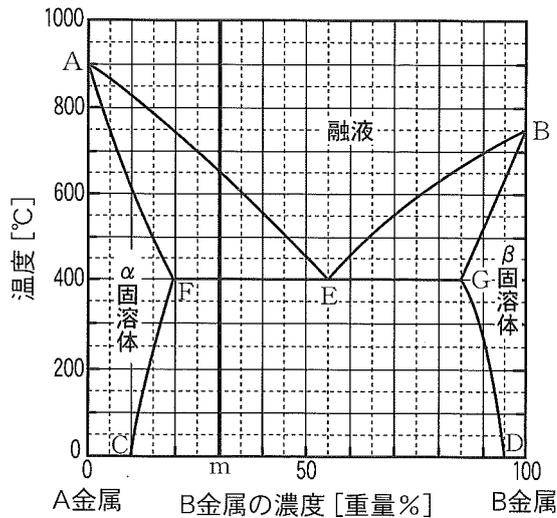

図1 A-B二元系合金状態図
(1) 図1のような二元系合金状態図を何型状態図と呼ぶか。最も適切なものを、次の解答群1～5から選びなさい。解答番号は 。
(2) 図1の二元系合金状態図において、B金属の融点 [°C] として最も適切なものを、次の解答群1～5から選びなさい。解答番号は 。
(3) 図1の二元系合金状態図の組成m [%] の合金について述べた最も適切な文章を次の1～5の文章から選びなさい。解答番号は 。